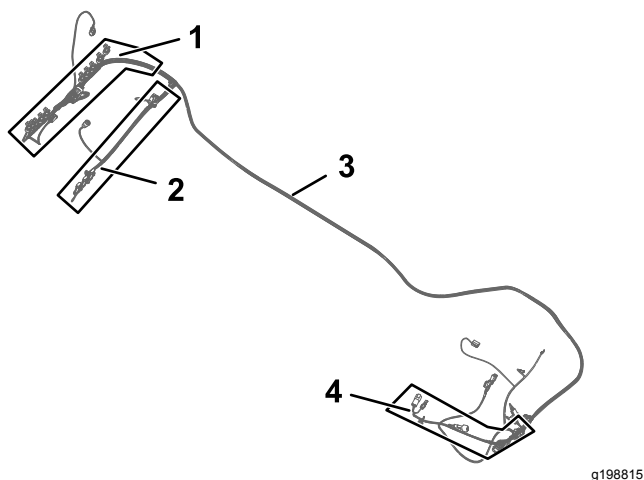
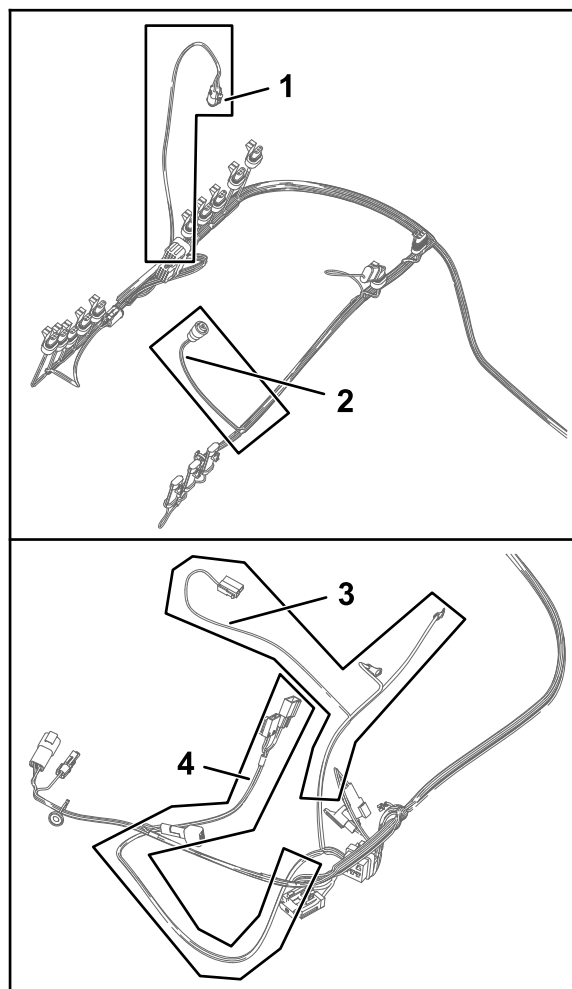

Figura 74
Figura 75
1. Localize a secção da cablagem com 84 cm, a secção com 60 cm e a secção com 66 cm da cablagem do kit (Figura 74 e Figura 75).